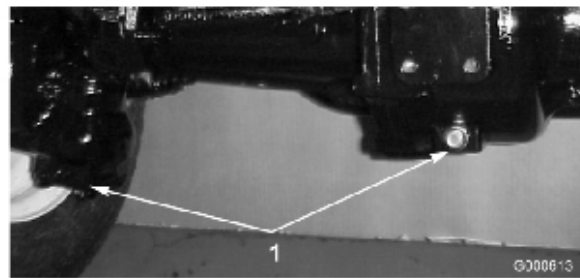

図 45
2. ドレン・プラグ (図 45; 左右端に1個と中央に1個、全部で3個ある) の周辺をきれいに拭く。